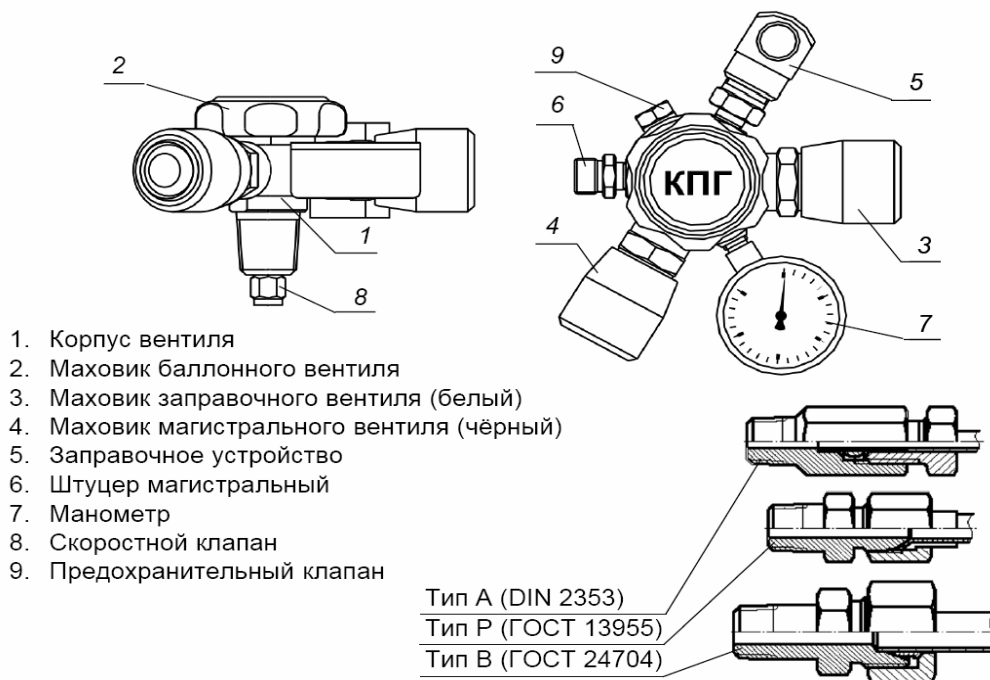

Рис.1 Клапан ВМА-2000Б.
Тип штуцеров см. рис.1: А—с бочонком (DIN 2353);
5.1 Внешний вид клапана показан на рис.1